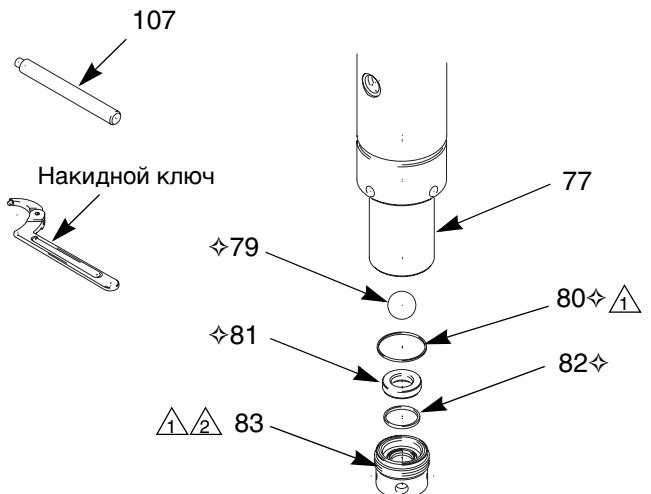

Рис. 12. Впускной клапан
2. Воспользуйтесь поставляемым инструментом (107) или разводным ключом и вывинтите корпус впускного клапана (83) из нижнего цилиндра (77). Разберите впускной клапан. См. Рис. 12.
4. Замените уплотнения (80△, 82△) и седло (81△). Смажьте седло (80△) и резьбу корпуса (83). Установите шар (79△) на седло. Вкрутите корпус в нижний цилиндр (77). Затяните его усилием в 47-54 Нм.